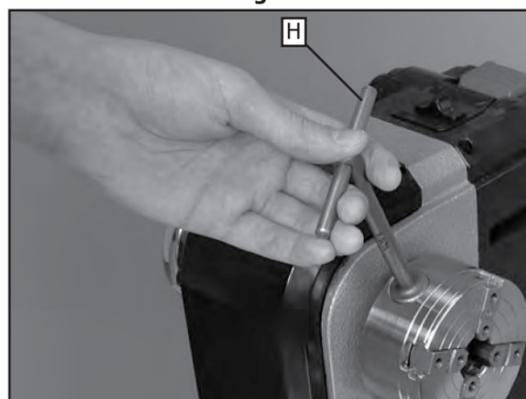

Fig. 5
FUNCIONAMIENTO DEL PORTABROCAS (FIG. 5)
Para abrir y cerrar las mordazas, inserte la llave del portabrocas (H), Fig. 5, en el orificio de la estructura del portabrocas y gírela en sentido contrario de las agujas del reloj para abrir las mordazas y en sentido a las agujas del reloj para cerrarlas. Los deslizadores de mordazas están equipados con un tope automático que impide que puedan extraerse.